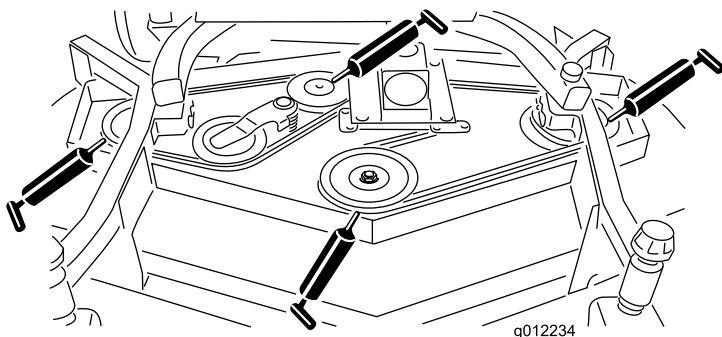

図 19
- スピンドルのシャフトのベアリング3ヶ所ブーリの下(図 19)
- アイドラームのシャフトのベアリング(図 19)